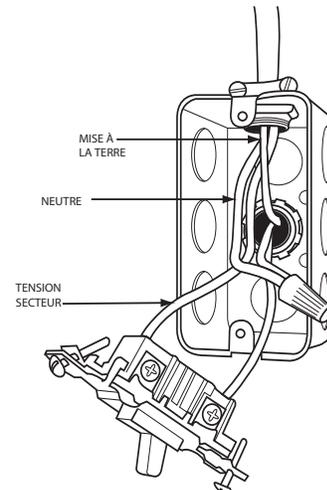

Fig. 35 – Coffret électrique externe A190278FR
5. Fixez le coffret électrique externe au caisson de la chaudière à l'aide de deux (2) vis à tôle.
- Raccordez les fils d'alimentation et neutres sur place aux fils d'alimentation électrique de la chaudière à l'intérieur du coffret électrique externe, comme illustré à la Fig. 35.
- Percez deux (2) trous de 3 mm (1/8 po) dans les dépressions du caisson de la chaudière près de la découpe de 22 mm (7/8 po) sur le côté du caisson. Ne retirez pas la découpe du côté du caisson.